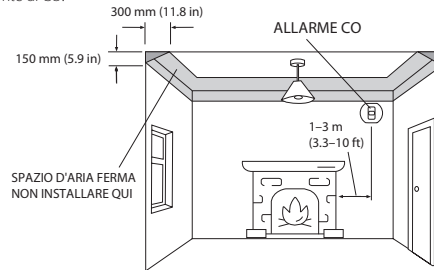

Figura 1: Installazione in una stanza con un apparecchio a combustibile
1. Installazione di un allarme CO in una stanza con un apparecchio a combustibile (si veda la Figura 1):